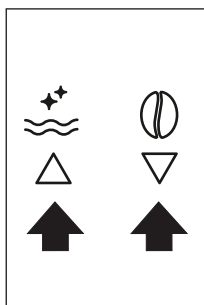
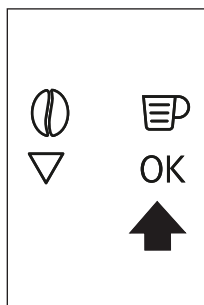

Рис. 9
Рис. 10
- ▶ Используйте значки  $\triangle$   $\nabla$  (B7 и B8), чтобы выбрать желаемый язык (рис. 9). Если появляется сообщение PRESS OK TO CHOOSE ENGLISH (ДЛЯ ВЫБОРА АНГЛИЙСКОГО НАЖМИТЕ OK), нажмите и удерживайте значок  $\circ$  (B9) (рис. 10) в течение 3-х секунд, пока не появится сообщение ENGLISH INSTALLED (УСТАНОВЛЕН АНГЛИЙСКИЙ ЯЗЫК). Чтобы выбрать другой язык, следуйте указаниям раздела «Выбор языка». Если вашего языка нет, выберите язык из доступных на дисплее. В инструкциях используются обозначения на английском языке. Затем выполните инструкции, отображаемые на экране.
- ▶ Нажмите сенсорную кнопку  $\circ$  (B9) (Рис. 10) и через несколько секунд из краника польется струйка кипятка.